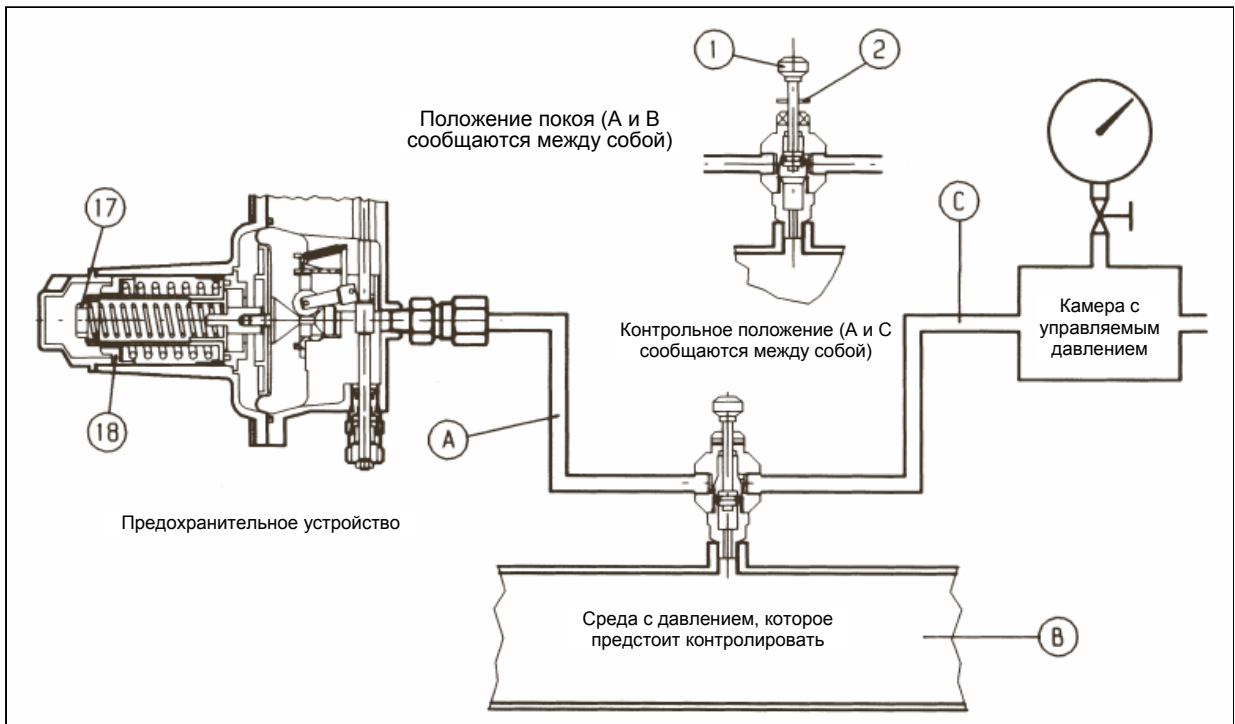

Рис. 16
- А) Для клапана-автомата, подключенного к низлежащему трубопроводу через промежуточный трехходовой девиаторный нажимной клапан 11, выполните следующее (см. Рис.16):
А) Для клапана-автомата, подключенного к низлежащему трубопроводу через промежуточный трехходовой девиаторный нажимной клапан 11, выполните следующее (см. Рис. 16):